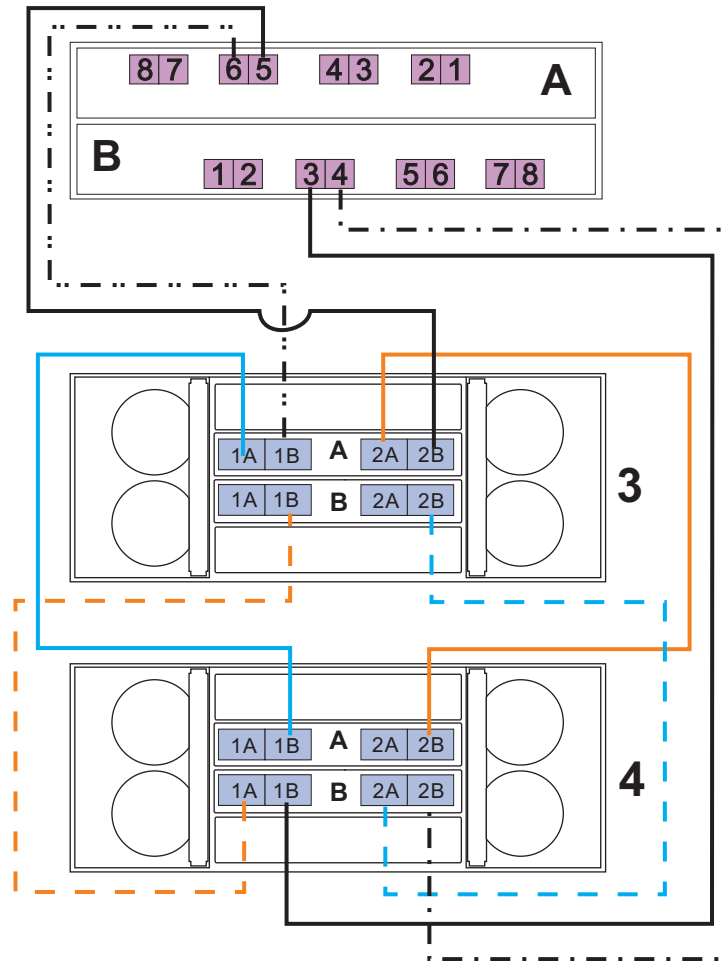

图 78. 用电缆连接 8 个 EXP5060, 并且存储扩展机柜 3 和 4 进行驱动器中继
- 关于存储扩展机柜 3 和 4，请参阅第 117 页的图 78 和第 118 页的表 44